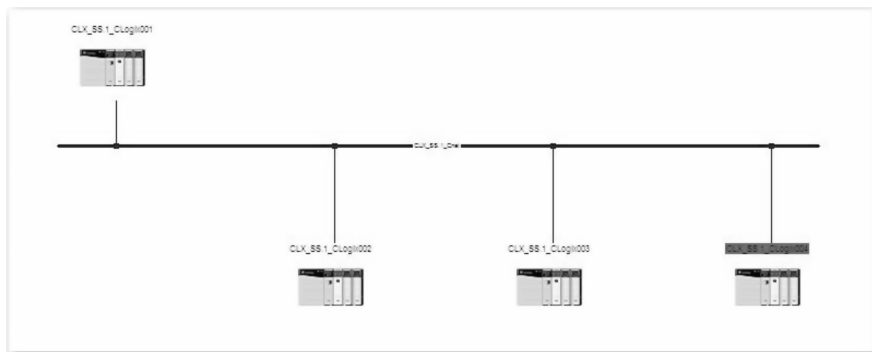

图 26-16 网络和机架图
1) ControlLogix 机架，该机架包含所指定的 ControlLogix 处理器、通信模块、运动控制模块、本地 ControlLogix I/O，以及在向导中为 ControlLogix I/O 指定的网络。如果要求执行此操作或必须提供指定的 I/O 数量，IAB 会根据需要添加所需通信模块、将其连接到指定网络、然后添加 ControlLogix 机架和 I/O 模块。例如，以下是由 ControlLogix 向导创建的典型网络和机架，如图 26-16 所示。